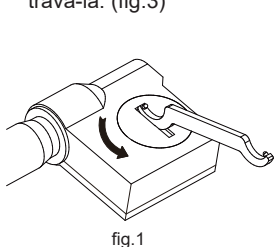

fig.1
---Gire a tampa da bateria no sentido anti-horário com a chave inglesa (fig. 1) e, em seguida, remova-a.